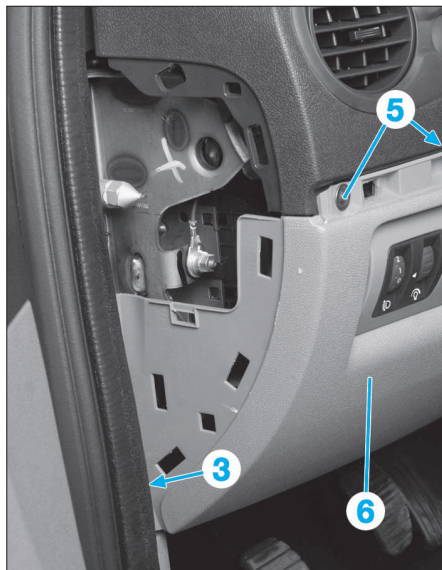

FIG. 36
- Déposer la joue latérale (2).
- Déposer la vis (3) (Fig.36).